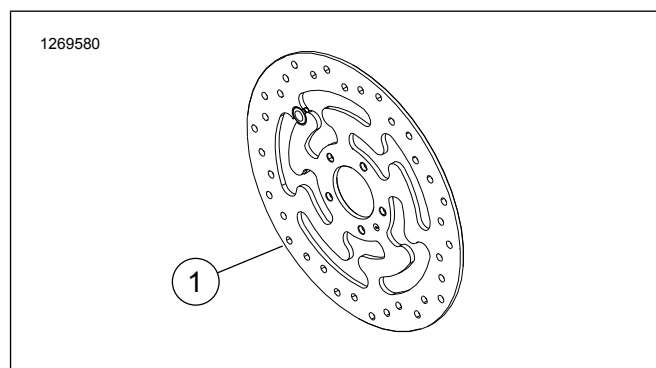

Figura 1. Disco del freno anteriore
- Viti del disco del freno. Vedere Figura 1 e Tabella 1.